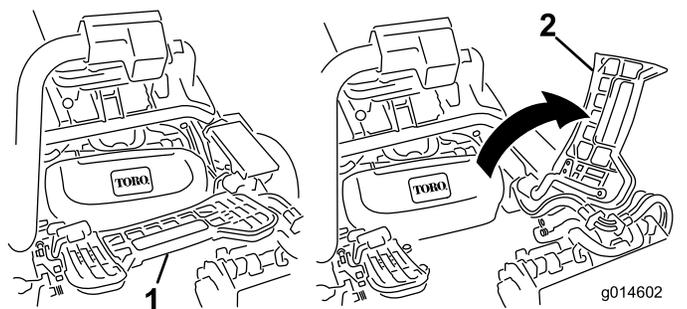

図 51
2. フットレストを跳ね上げて開き、中央カッピングユニット取り付け位置へのアクセスを確保する **図 51**。